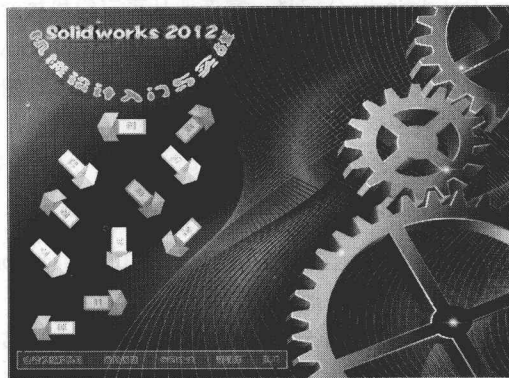

图1
2. 如果光盘不能自动运行，在光盘根目录中双击start.exe文件即可运行光盘程序，进入光盘主界面，如图1所示。